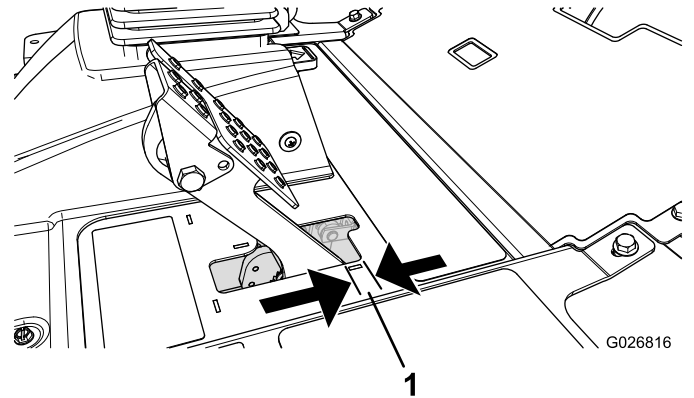

Bild 96
Stellen Sie die Bremsen ein, wenn das Bremspedal mehr als 2,5 cm Spiel hat, oder wenn die Bremsen nicht mehr gut genug greifen (**Bild 96**). Als Spiel gilt der Abstand, den das Bremspedal zurücklegt, bevor ein Bremswiderstand spürbar ist.
2. Ziehen Sie die hintere Mutter an, um den Zug nach hinten zu bewegen, bis das Bremspedal ein Spiel zwischen 0,63 mm bis 1,27 cm aufweist, bevor die Radsperrung auftritt (**Bild 96**).